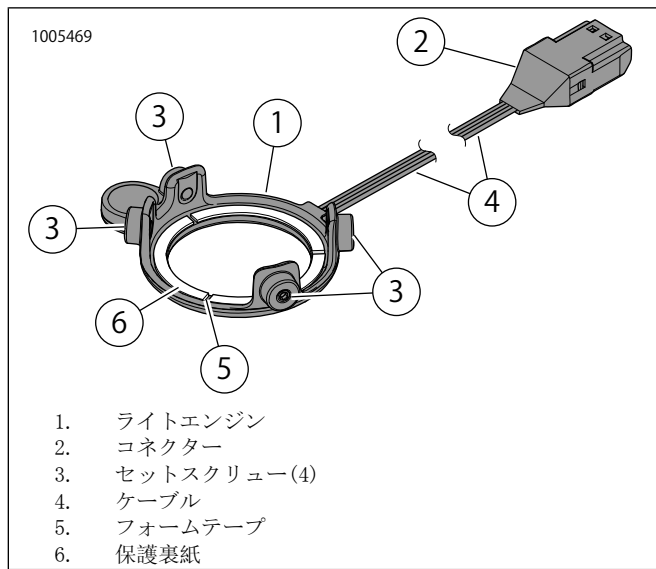

図14。LEDライト、ラウンドステージIスピーカー
3. 図14を参照してください。ライトエンジン(1)の裏にあるフォームテープ(5)から保護裏紙(6)をはがします。